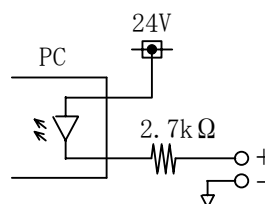

Bild 2
*2 Der äquivalente Schaltkreis ist rechts dargestellt. Sie können (10mA oder mehr) an zwei Kontakte anschließen. (Bild 2)